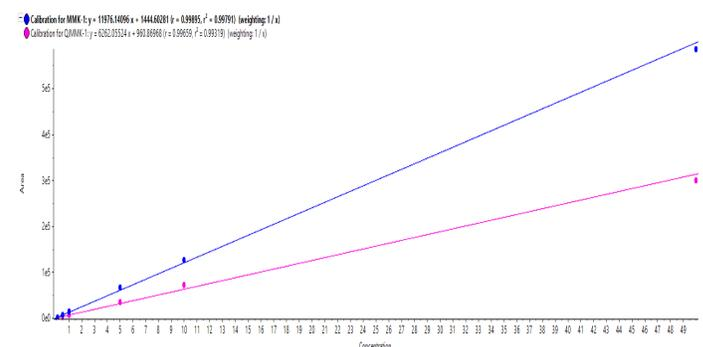

图 2. 灭螨醌和羟基灭螨醌的线性关系曲线
4.2 标准曲线及灵敏度结果 (见图2, 表3)
采用空白基质稀释标准品，配置浓度在0.1-50 µg/L范围内的系列标准曲线，2种化合物线性关系良好，见图2，以S/N≥10为定量限标准，确定2种化合物的仪器灵敏度，见表3。